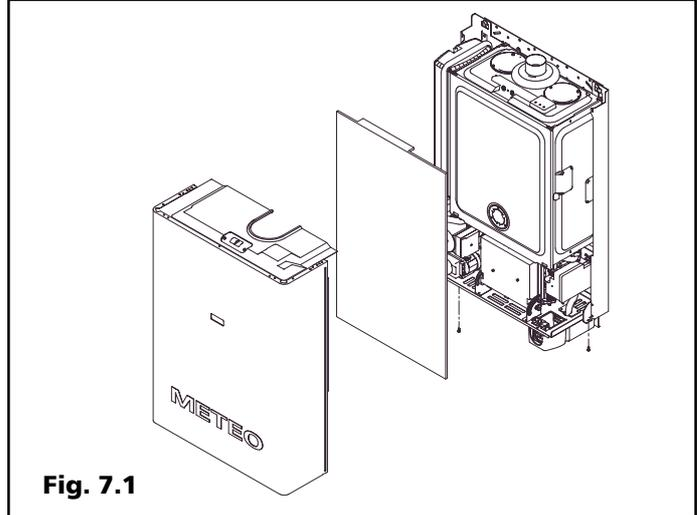

Fig. 7.1
7.1 Operazioni per l'accensione e l'uso della caldaia (fig. 7.1÷7.30)
Prima dell'accensione della caldaia smontare il mantello agendo sulle viti di fissaggio (fig. 7.1) per rimuovere il cartone di protezione contenuto all'interno della cassa aria.